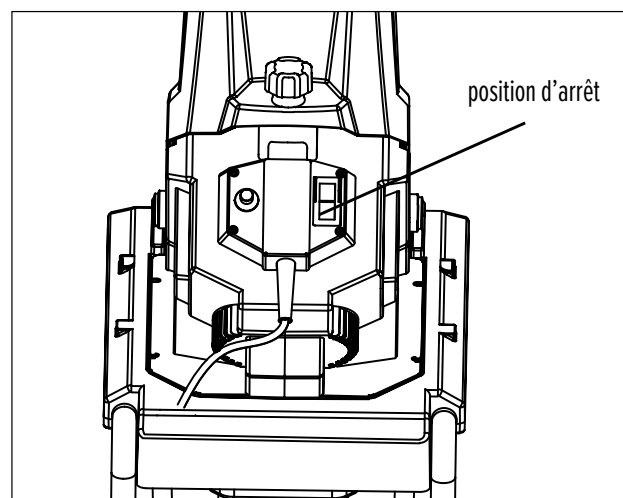

FIG. 6
- 3 Pour arrêter la déchiqueteuse, appuyez sur le bouton Marche/Arrêt pour le mettre en position d'arrêt (**FIG. 6**).